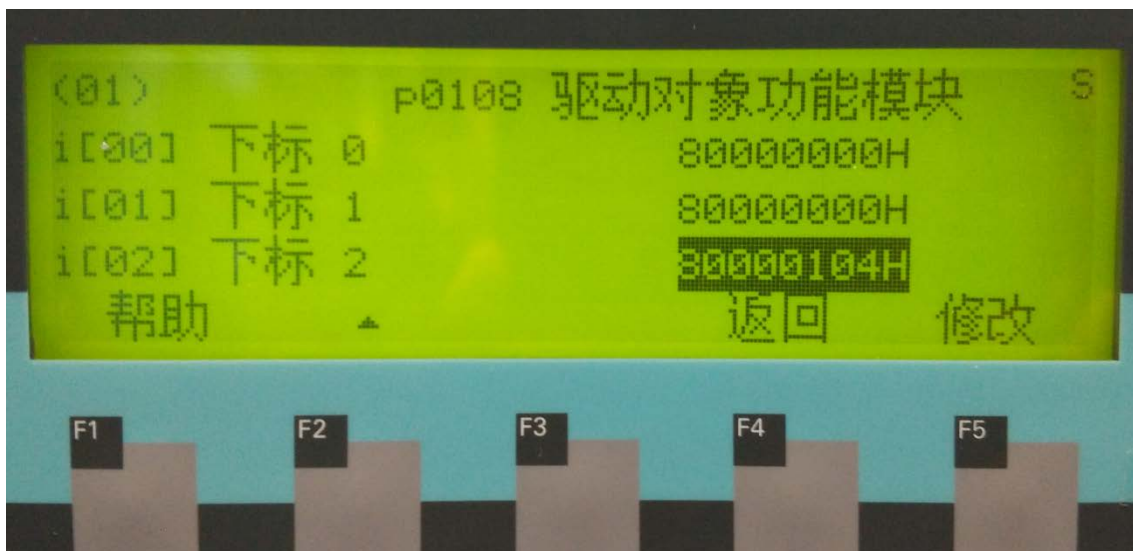
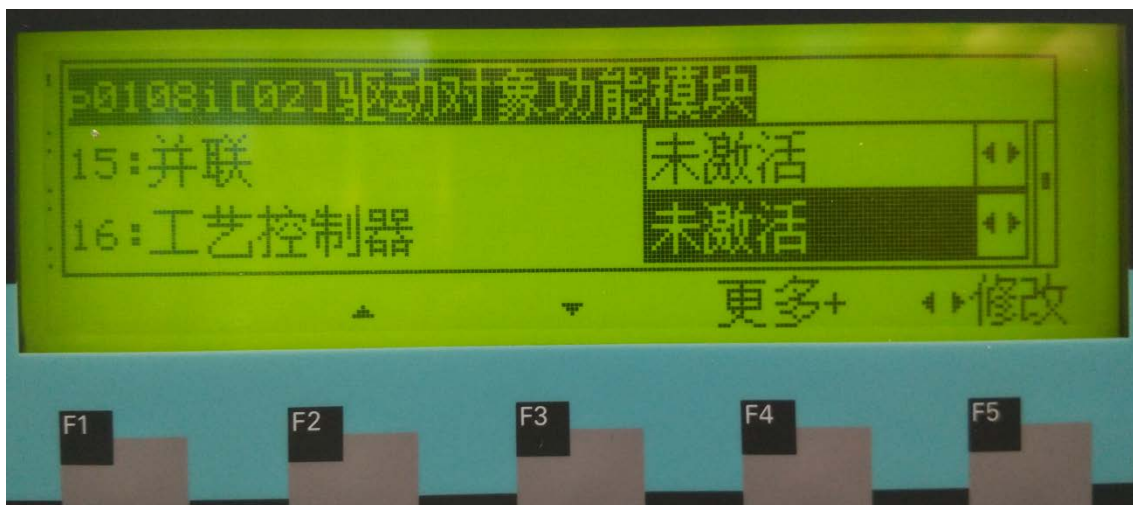
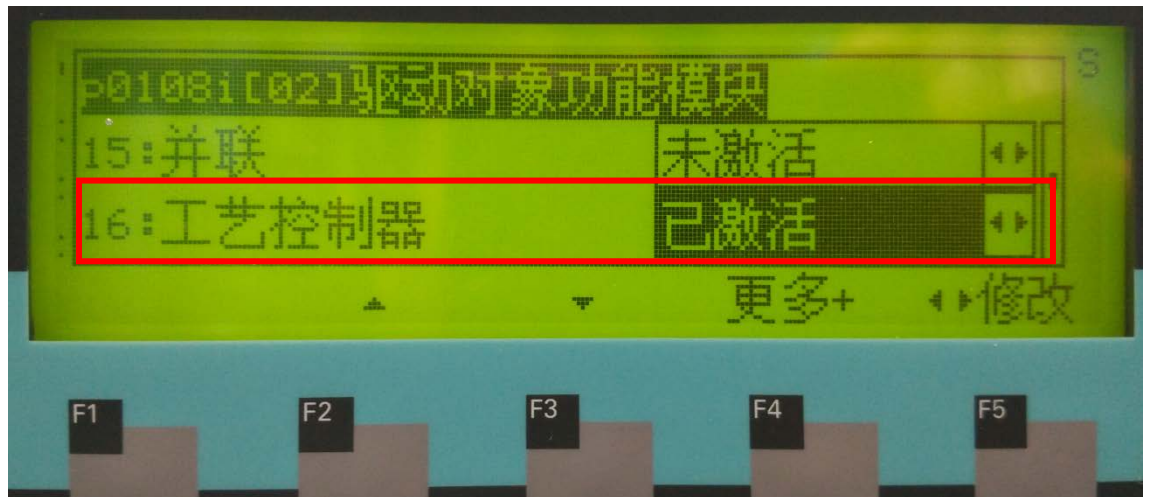

图 6
图 7
图 8
3、修改 P108 参数。设置 CU: P108[n].16=激活。其中 n 与 P107 中的 n 的数值保持一致。本例中 n=2。选择 P108 参数，如图 6 所示。点击修改选择 i[02]下标 2 的 16 位。点击修改，按向下键选择 16 位工艺控制器，如图 7 所示。选择修改，将其改为激活，如图 8 所示。选择更多+，选择确定则完成了参数保存工作。